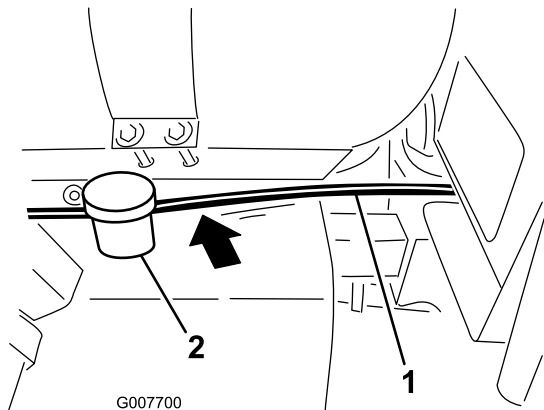

Figura 10
- 2. Disponete il flessibile a partire dalla staffa del traccialinee schiumogeno verso la parte anteriore della macchina, facendolo passare sotto il serbatoio degli agenti chimici e dietro il serbatoio del carburante, lungo il cablaggio preesistente, verso la zona sotto la scatola del sedile (Figura 10).